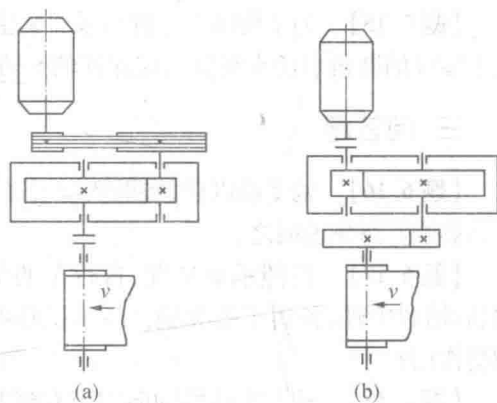

图 6.8
【题 6.22】 图 6.8 的带式输送机有 2 种传动方案,若工作情况相同,传递功率一样,试比较:
(1) 按图 6.8(a)所示方案设计的单级减速器,如果改用图 6.8(b)所示方案,减速器的两根轴的强度要重新核验吗?为什么?
(2) 两个方案中,电动机轴受力是否相同?(图 6.8(a)所示方案普通 V 带传动传动比 $i_{\text{带}}$ 等于图 6.8(b)所示方案开式齿轮传动传动比 $i_{\text{开}}$)
【题 6.22】 【答】 (1) 减速器的两根轴的强度不需重新校验,因为在传递功率相同的条件下,图 6.8(b) 所示方案中两轴的转速较图 6.8(a) 所示方案时高,两轴所受的转矩小,齿轮上的作用力也小,轴所受的弯矩也小;(2) 若不计摩擦,应为相同。